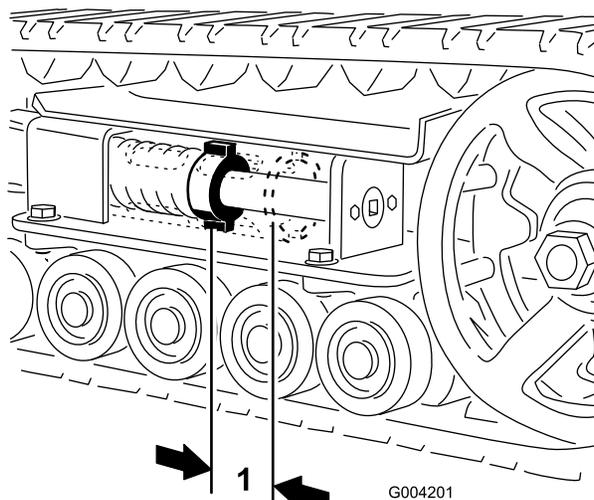
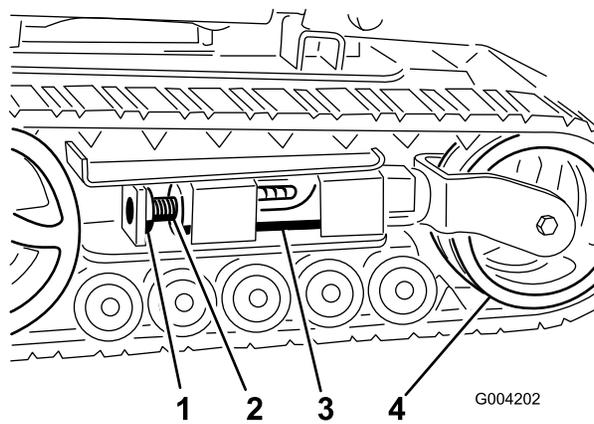
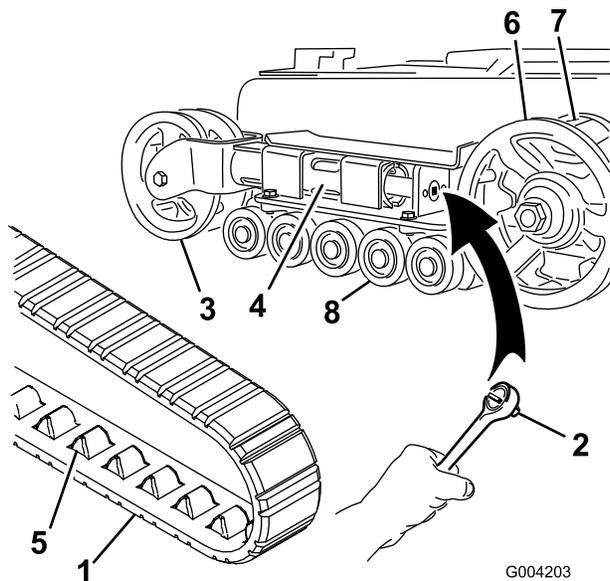
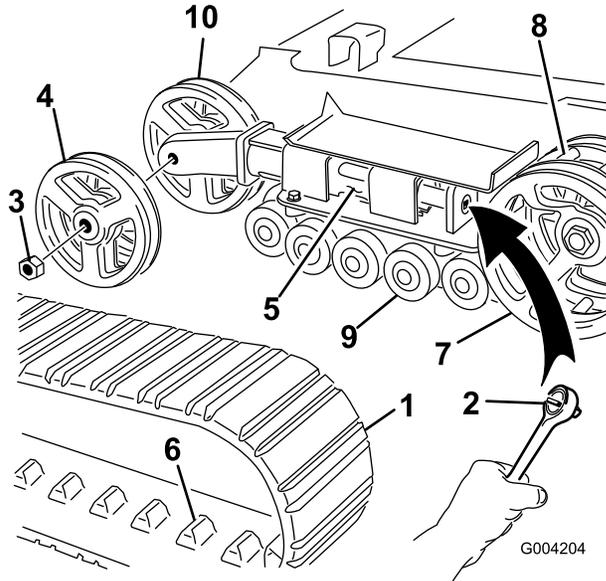

Figure 37
Figure 38
Figure 39
Figure 40
Vérifiez et ajustez la tension des chenilles après les 50 premières heures de fonctionnement, puis toutes les 100 heures de fonctionnement. L'écrou de tension et l'arrière du tube de tension doivent être distants de 7 cm (2-3/4 pouces) (Figure 37). Si ce n'est pas le cas, réglez la tension des chenilles comme suit :
3. Enlevez le boulon et l'écrou de blocage (Figure 38).
4. A l'aide d'un entraînement carré de 1/2 pouce (Figure 39), tournez la vis de tension dans le sens anti-horaire jusqu'à obtention d'un espacement de 7 cm (2-3/4 pouces) entre l'écrou de tension et l'arrière du tube de tension (Figure 37).
5. Alignez l'encoche la plus proche dans la vis de tension avec le trou du boulon de blocage et fixez la vis avec le boulon et l'écrou de blocage (Figure 38).
4. A l'aide d'un entraînement carré de 1/2 pouce, tournez la vis de tension dans le sens horaire pour détendre la transmission (Figure 38 et Figure 39).
5. Poussez la roue de tension vers l'arrière de la machine pour appuyer le tube de fourche contre le châssis (Figure 39). (S'il ne touche pas le châssis, continuez de tourner la vis de tension jusqu'à ce qu'il le touche).
7. Lorsque la chenille est déchaussée, retirez-la du barbotin et des galets de roulement (Figure 39).
8. Pour installer la chenille neuve, commencez par l'enrouler autour du barbotin, en veillant à ce que les crampons s'engagent correctement entre les entretoises du barbotin (Figure 39).
9. Poussez la chenille sous et entre les galets de roulement (Figure 39).
11. Tournez la vis de tension dans le sens anti-horaire, de manière à obtenir un écartement de 7 cm (2-3/4 pouces) entre l'écrou de tension et l'arrière du tube de fourche (Figure 37).
pour détendre la transmission (Figure 38 et Figure 40).
5. Poussez la roue de tension vers l'arrière de la machine pour appuyer le tube de tension contre le châssis (Figure 40). (S'il ne touche pas le châssis, continuez de tourner la vis de tension jusqu'à ce qu'il le touche).
6. Retirez l'écrou de fixation de la roue de tension extérieure et déposez la roue (Figure 40).
7. Déposez la chenille (Figure 40).
8. Retirez l'écrou de fixation de la roue de tension intérieure et déposez la roue (Figure 40).
12. Posez la roue de tension intérieure et fixez-la avec l'écrou retiré précédemment (Figure 40).
14. Posez la chenille neuve en prenant soin que les crampons s'engagent entre les entretoises au centre du barbotin (Figure 40).
15. Posez la roue de tension extérieure et fixez-la avec l'écrou retiré précédemment (Figure 40).
17. Tournez la vis de tension dans le sens anti-horaire, de manière à obtenir un écartement de 7 cm (2-3/4 pouces) entre l'écrou de tension et l'arrière du tube de tension (Figure 37).